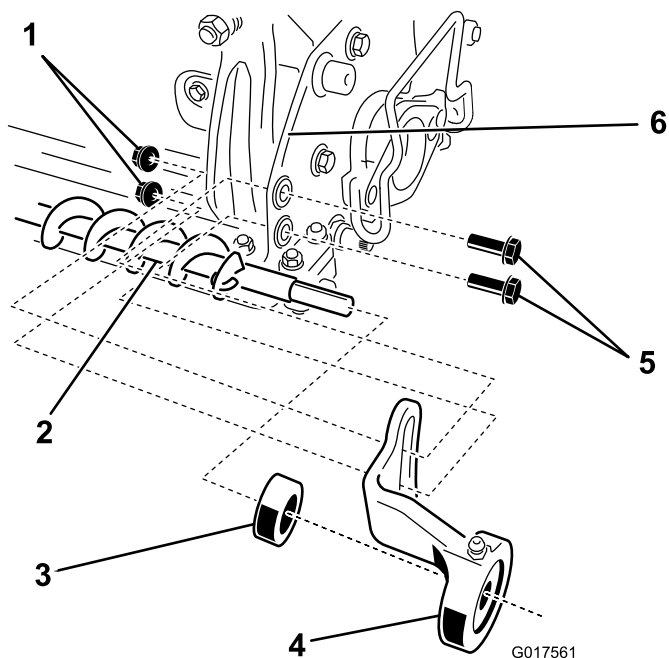

図 5
- B. ブラシシャフトの自由端側で、もう一つのロッキングカラーを肩部まで入れ、その後ろから左ブラシサポートをセットする 図 5。
- C. 左ブラシサポートをカッティングユニットのサイドプレートの内側に固定する六角ボルト2本とフランジナット2枚を使用する 図 5。
ブラシシャフトの自由端側で、もう一つのロッキングカラーを肩部まで入れ、その後ろから左ブラシサポートをセットする 図 5。